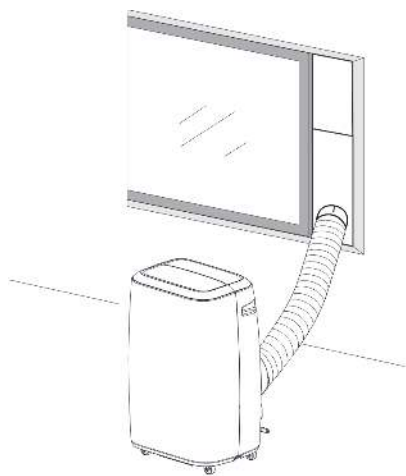
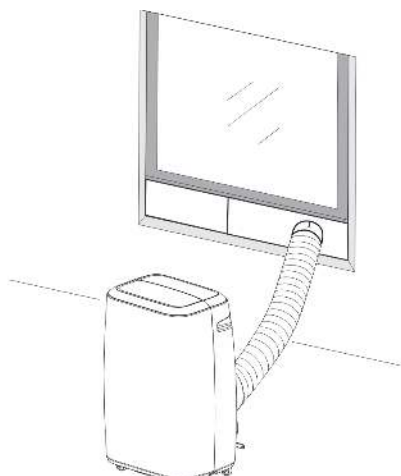

Abb. 5
Abb. 5a
2. Montieren Sie, wie in Abb. 5 und Abb. 5a gezeigt, den Abluftschlauch und stellen Sie die Fensterposition gut ein.